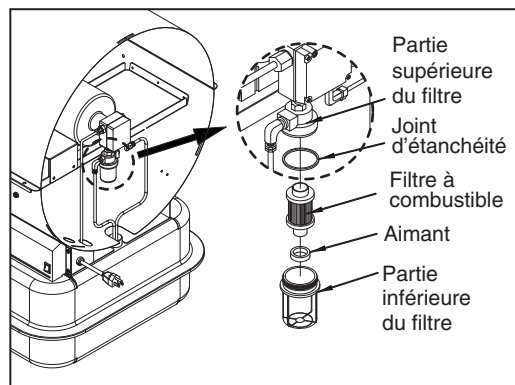

Figure 14. Filtre de la pompe à carburant
- Déposer le filtre à carburant, le joint d'étanchéité, l'aimant de la partie inférieure du filtre (voir la Figure 14).